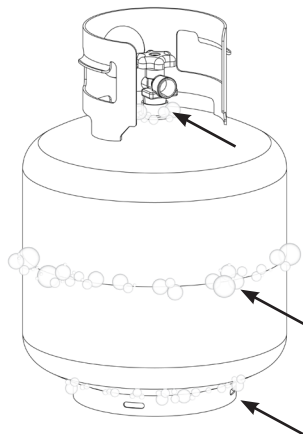

Figura 01
1. Utilice una brocha limpia para aplicar una solución de jabón suave y agua de 10/90 sobre las zonas de unión del cilindro de GLP (indicadas con flechas en la Figura 01).